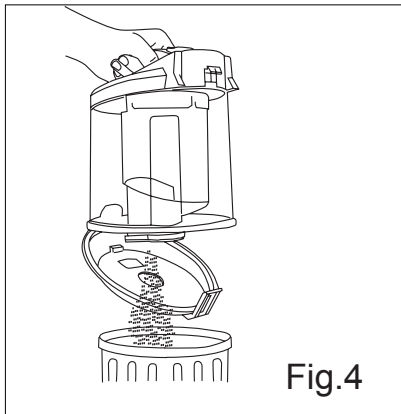

Fig.4
- Abrir la tapa de vaciado del depósito y verter su contenido en un contenedor de basura apropiado. (Fig. 4).